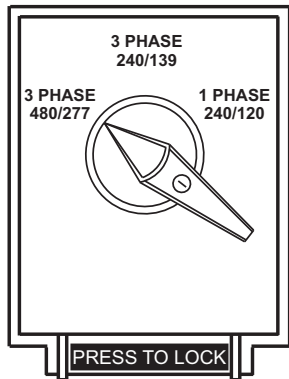

Figure 23. Sélectionneur de tension (position triphasée 480/277 volts)
1. Placez l'interrupteur de sélection de tension en **position triphasée 480/277 volts**, comme indiqué dans la Figure 23.